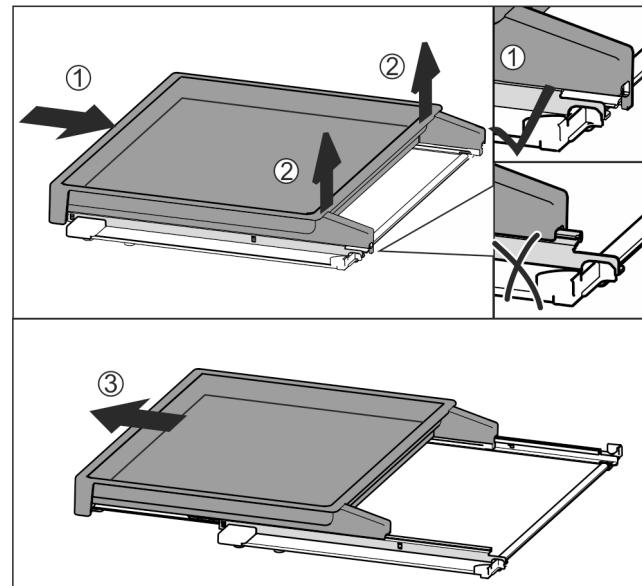

Fig. 32
- Вкарайте изцяло изтеглящата се дъска Fig. 32 (1).
- Освободете фиксатора от задната страна Fig. 32 (2).
- Извадете напред изтеглящата се дъска Fig. 32 (3).